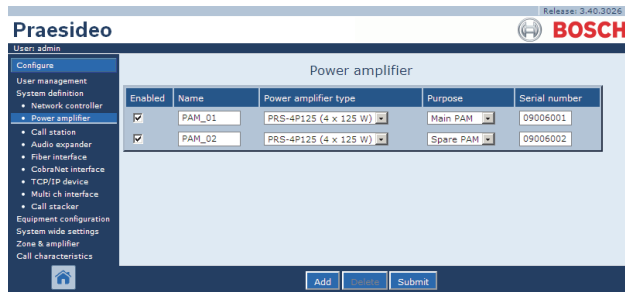

abbildung 43.8: Endstufe löschen, Schritt 1
- Rufen Sie **Configure > System definition > Power amplifier** auf. Im Mainframe der webbasierten Benutzeroberfläche erscheint ein Bildschirm, der dem in abbildung 43.8 ähnelt.